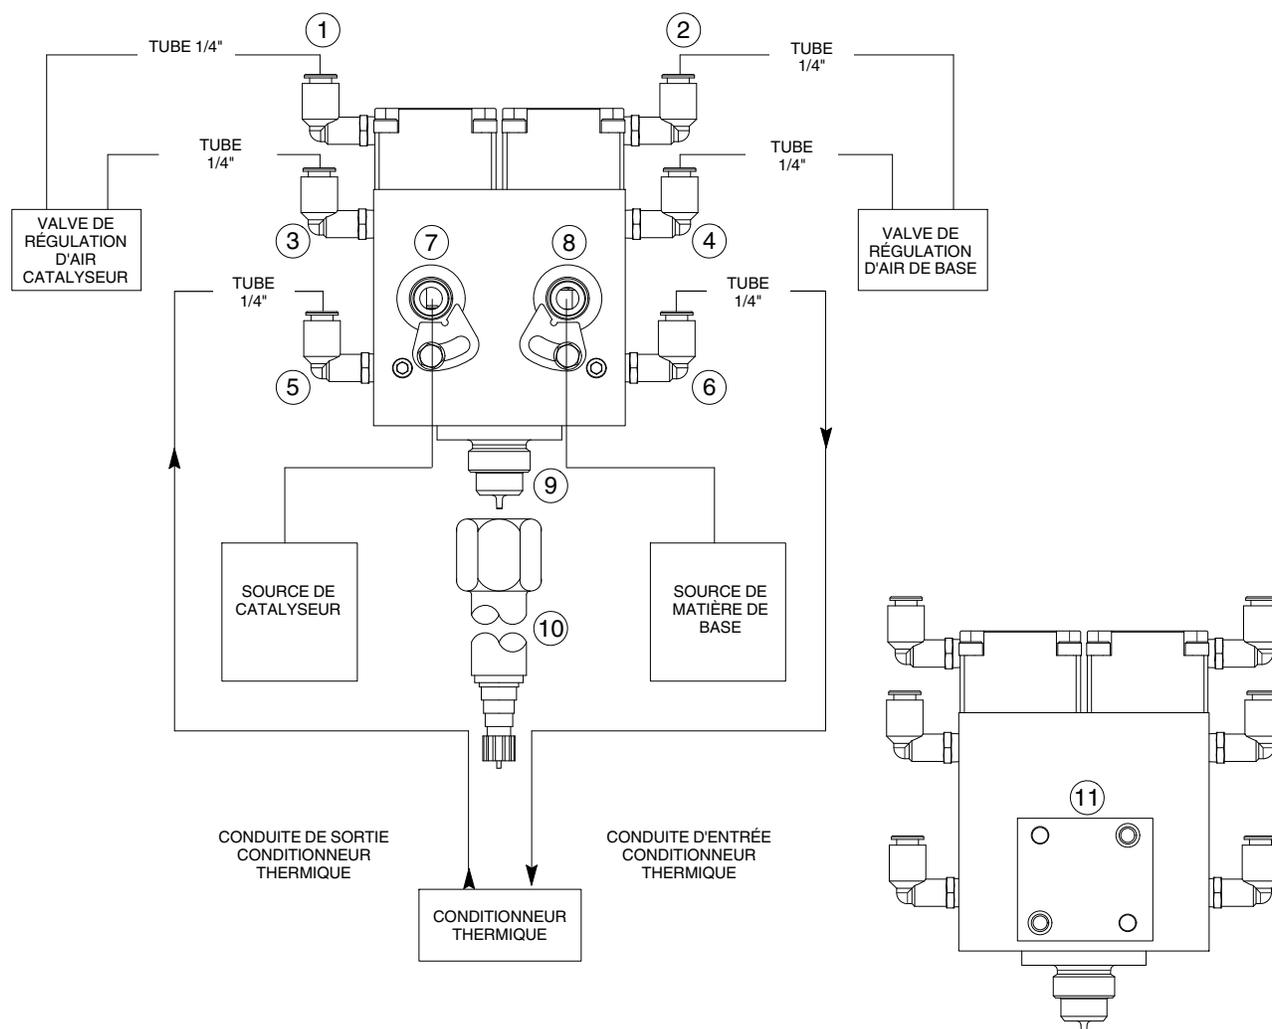

Figure 5 Branchements de la vanne de dépose bicomposantes autonome
2. Voir la figure 5. Poser l'entretoise isolante (11) entre la vanne de dépose bicomposantes et la surface de montage.
1. Voir la figure 5. Raccorder les conduites d'alimentation en air de 1/4" en provenance de la vanne de régulation d'air de catalyseur aux raccords d'entrée d'air d'ouverture (1) et d'entrée d'air de fermeture (2).
2. Raccorder les conduites d'alimentation en air de 1/4" en provenance de la vanne de régulation d'air de la base aux raccords d'entrée d'air d'ouverture (2) et d'entrée d'air de fermeture (4).
1. Voir la figure 5. Poser une conduite d'arrivée d'eau de 1/4" entre l'entrée conditionnement thermique (5) et la sortie du système de conditionnement thermique.
2. Poser une conduite d'arrivée d'eau de 1/4" entre la sortie conditionnement thermique (6) et l'entrée du système de conditionnement thermique.
1. Voir la figure 5. Poser une conduite d'alimentation entre l'entrée matière de base (8) et la source de matière de base.
2. Poser une conduite d'alimentation entre l'entrée à catalyseur (7) et la source de catalyseur.
1. Voir la figure 5. Nettoyer les filets de la buse (9) pour garantir que l'ensemble enveloppe de protection et tube de mélangeur (10) repose correctement sur la buse. Enduire les filets de la buse (9) de gelée de pétrole.
2. Installer l'ensemble enveloppe de protection et tube de mélangeur (9) sur la buse (10). Serrer l'enveloppe de protection du mélangeur à 14-16 N•m (10,5-12 ft-lb).